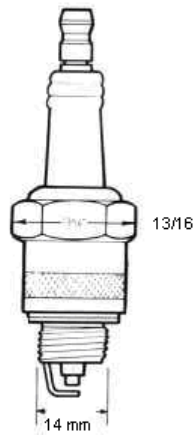

Figura 2.39
- **Diámetros comunes de las rosca de bujías:** Las rosca de las bujías se fabrican con medidas métricas, actualmente la mayoría de bujías instaladas en los motores modernos vienen con una rosca de 14 milímetros de diámetro y una cabeza hexagonal de 13/16" para el montaje (figura 2.39).